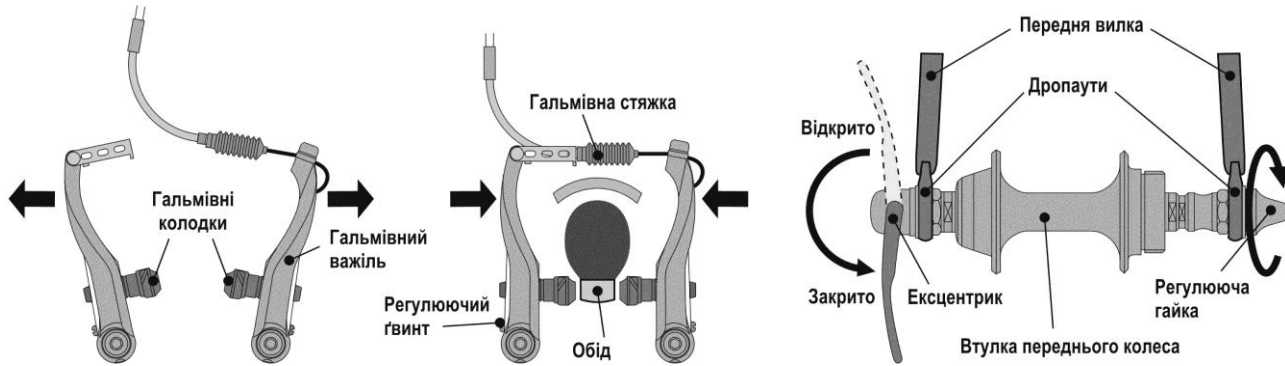

Рисунок 3. Установка коліс, гальма V-брейк
- Встановити переднє колесо. Слідкувати за тим, щоб напрямок шини відповідав вказаному напрямку обертання. Для велосипедів з обідними гальмами перед установкою колеса розчепити гальмівну стяжку. (рис. 3). Зафіксувати колесо в передній вилці, закрутивши фіксуючі гайки або затягнувши ексцентрик.
- Якщо велосипед оснащений втулками з ексцентриковим затиском (рис. 3), відкрити ексцентриковий затиск, коли під вагою велосипеда колесо саме встановиться точно в посадочних пазах вилки – закрити ексцентрик. Зусилля затиску ексцентрика встановлюється регульовальною гайкою та мають бути в межах 10-15 н/м.